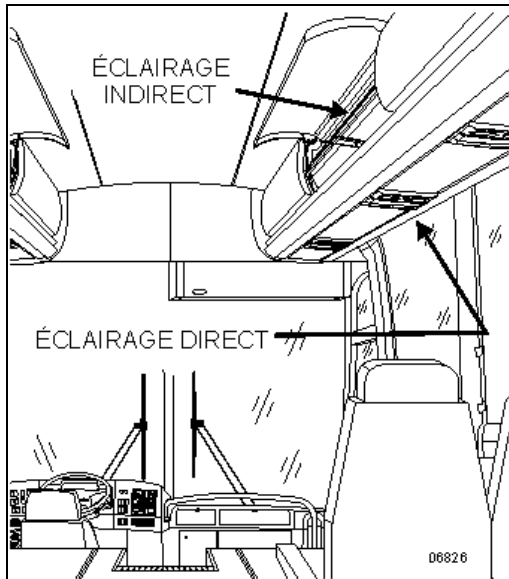

FIGURE 101: ÉCLAIRAGE DU PORTE-BAGAGE À MAIN
1. Tirer sur la lampe pour l'extraire du plafond (FIGURE 101).